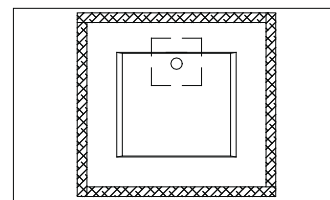

Figure 3
4. Masquer la surface d'appui autour du lavabo. (Figure 3) Cela aidera à protéger la surface/ comptoir du scellant de silicone qui sera appliqué à l'étape 8.